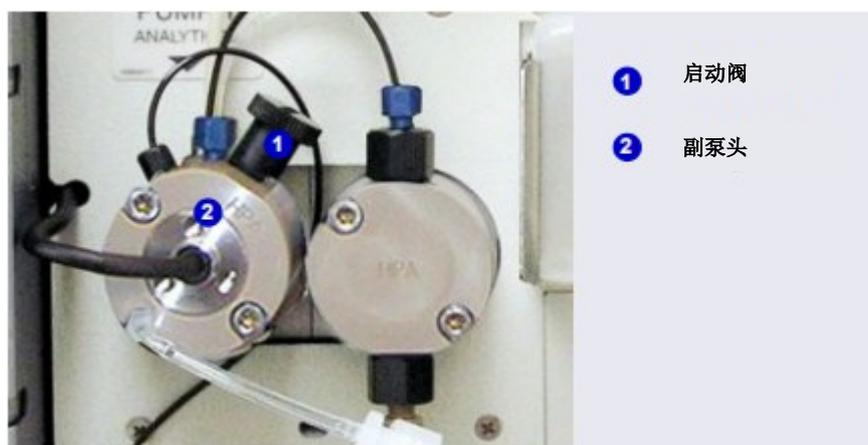

图 10-12. DP/SP 灌注阀
6. 灌注阀旋钮位于副泵头上（见图 10-12）。为拆除旋钮，持续逆时针转动旋钮，然后将其直接从泵头上拉出。